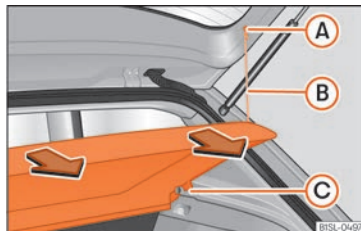

Abb. 94 Im Gepäckraum: Gepäckraumabdeckung aus- und einbauen.
- Hängen Sie die Haltebänder »» Abb. 94 (B) aus den Aufnahmen (A) aus.
- Gepäckraumabdeckung nach oben aus den seitlichen Halterungen (C) ziehen und herausnehmen.